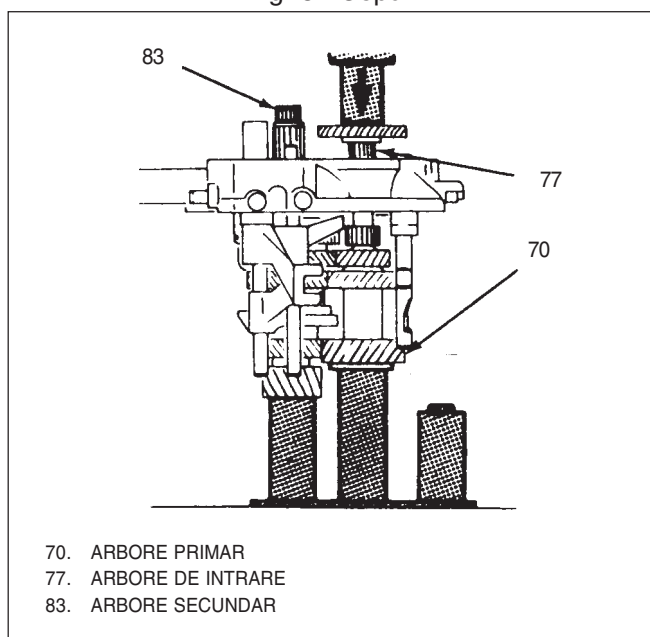

Fig. 85 Montare pinion viteza a 5-a
- 9) Tije(35), arcuri(34) și cepuri(33) în placa portlagăre(36).
- Cepul lung(38) se montează cum este ilustrat.
- 10) Se poziționează placa portlagăre(36) cu axele după cum este arătat, Fig 85 și 86.